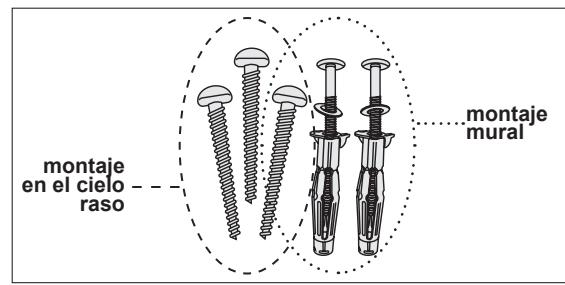

Figura 5 Paquete de Piezas
4. Introduzca el tornillo de cabeza plana de 2 pulgadas (incluido) en la posición del orificio tipo ojo central superior, dejando que el tornillo sobresalga lo suficiente para fijar posteriormente el soporte (Vea la Figura 5).